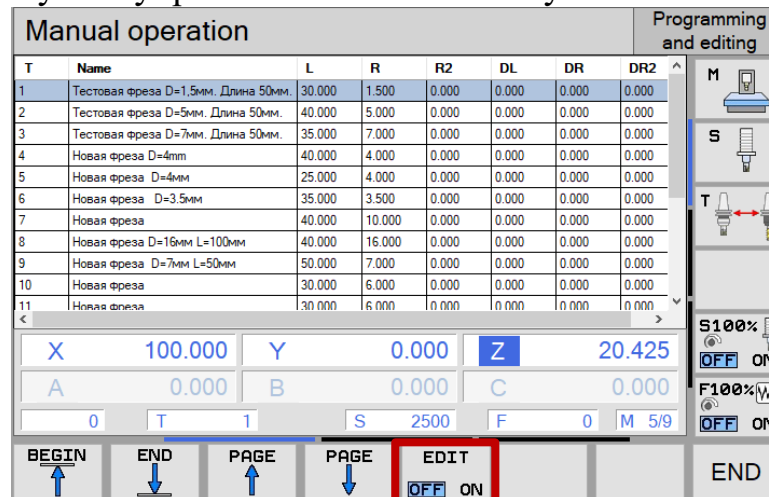

Рис.173. Кнопка «EDIT ON»
6. На экране пульта управления нажать кнопку «EDIT ON» (рис.173);